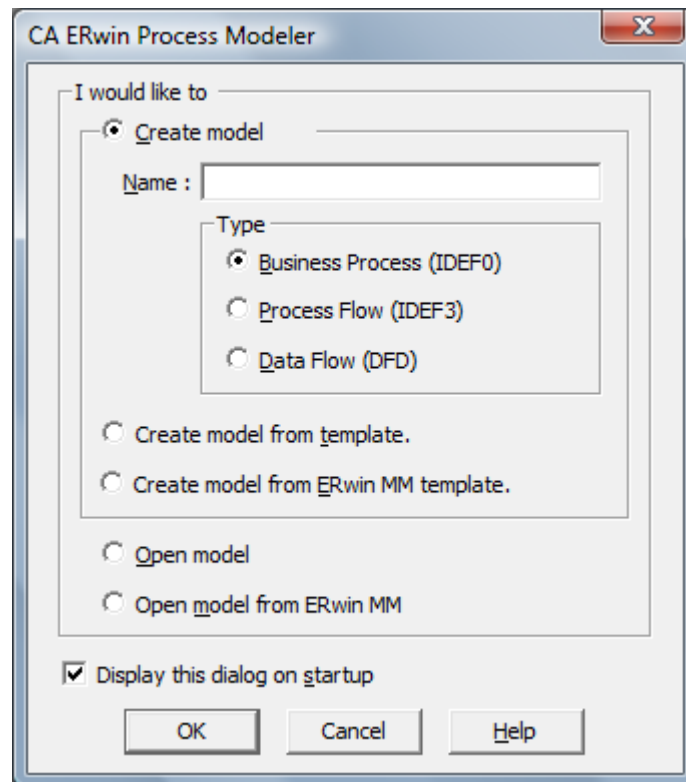
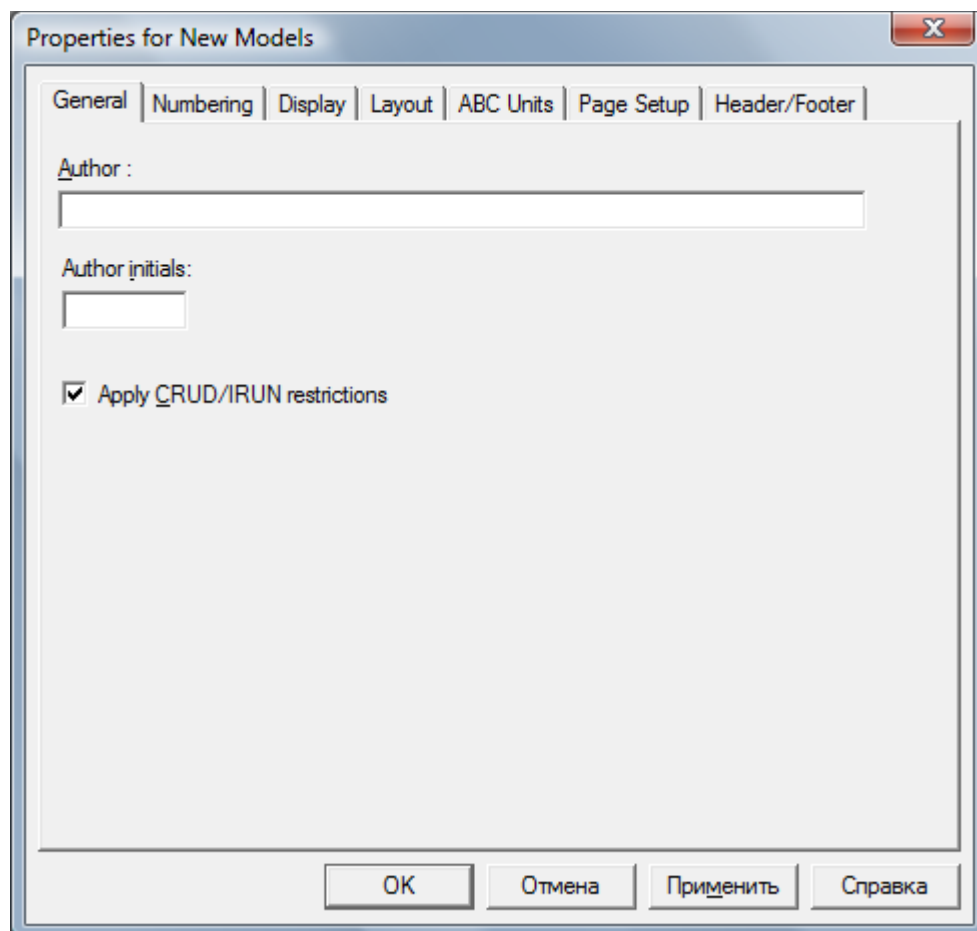
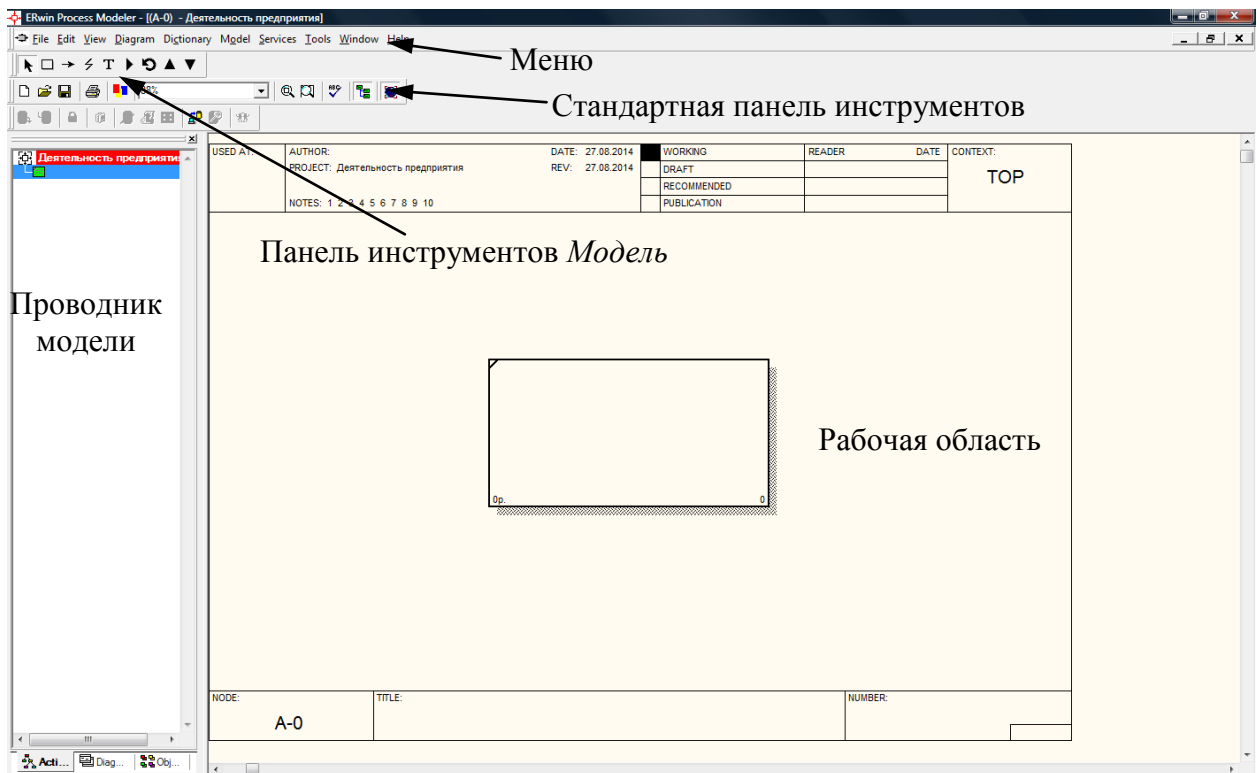

Рис. 2. Диалоговое окно создания/открытия модели
Рис. 3. Диалоговое окно задания свойств модели
Рис. 4. Заготовка контекстной диаграммы
1. Запустите программу *СА Erwin Process Modeler*. На экране появится диалоговое окно (рис. 2), в котором предлагается выбрать необходимое действие:
2. В диалоговом окне (рис. 2) установите переключатель в поле *Create model*, в поле *Name (Имя)* введите «Деятельность предприятия», выберите *Type – Business Process (IDEF0)* и нажмите *OK*. Появится окно *Properties for New Models (Свойства новой модели)* (рис. 3).
3. В окне *Properties for New Models* (Свойства новой модели) (рис. 3) на вкладке *General* (Общее) введите свои фамилию и инициалы в поля *Author* и *Author initials* соответственно. Поставьте галочку в поле *Apply CRUD/IRUN restrictions* (Применить ограничения CRUD/IRUN) для связывания модели процессов и модели данных и нажмите *OK*. На экране появится основное окно программы, в рабочей области которого будет располагаться заготовка контекстной диаграммы (рис. 4).